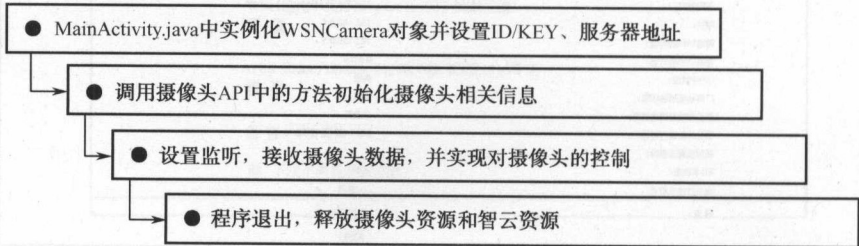

图 3.57 视频采集与控制系统实现流程
(2) 程序业务流程分析。程序设计实现流程如图 3.57 所示。